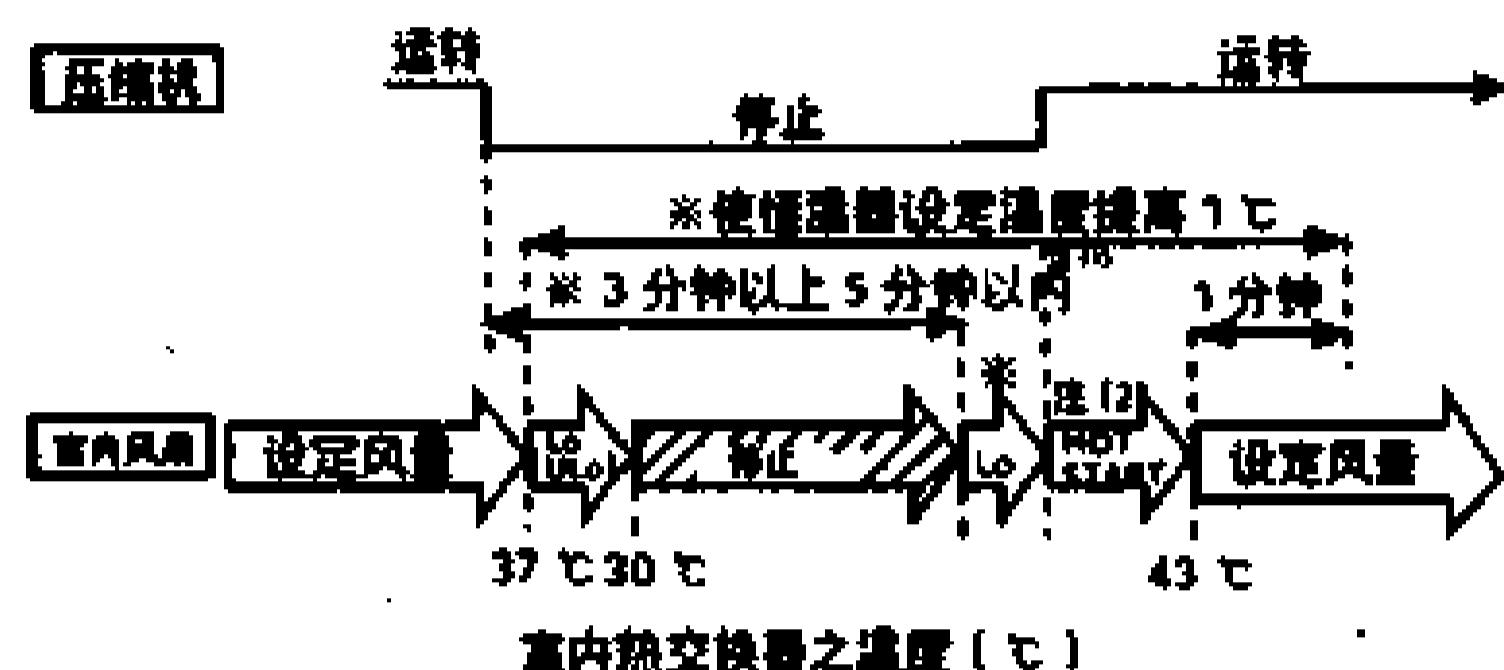

图 1-3-20
1) 对冷流的防止 (I)
2) 对冷流的防止 (II)
- (b) 功能：如图 1-3-20 所示，室内风扇操作 3~8 分钟后返回热运转状况。控制在 Lo 运转。